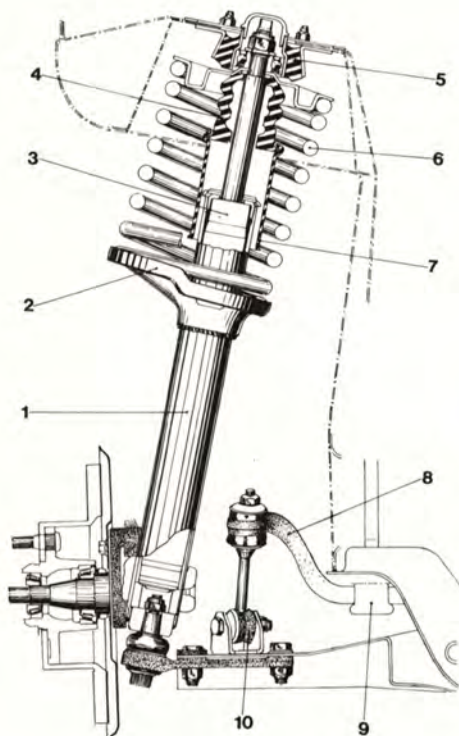

Bild 7-6. Framhjulsupphängning
Stötdämparna är dubbelverkande hydrauliska och av teleskoptyp. De är underhållsfria och ej isärtagbara. Främre stötdämparna (3 bild 7-6), är monterade i fjäderbenen (1) och dess kolstänger utgör fjäderbenens infästningar i övre lagringarna (5).